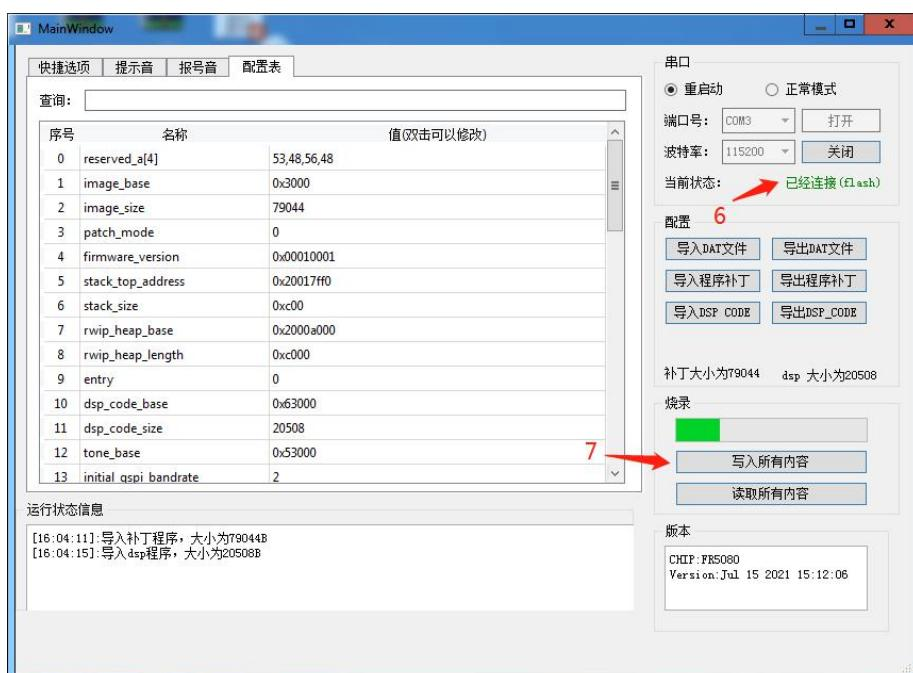

图 6.3
6.3 给 FR5086D 芯片供电(3.0~4.2V)或者先供电按复位键, 烧录工具显示已连接(Flash),点击写入所有内容, 软件开始烧录, 烧录完成后提示烧录成功。如图 6.3